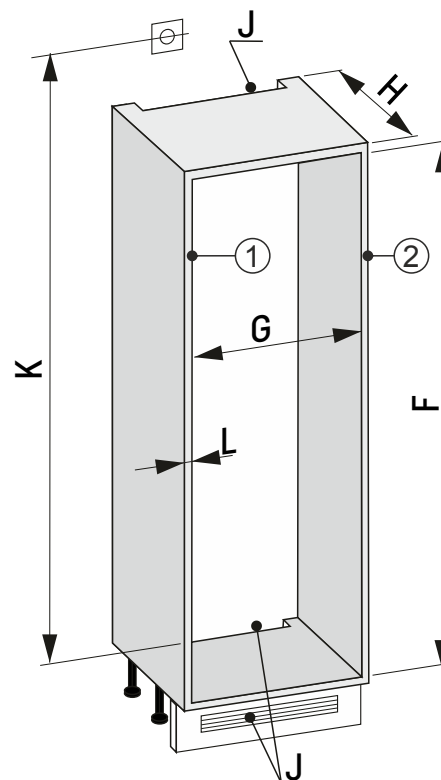

Fig. 87 30"-Nische
- Möbelwandstärke Fig. 87 (L) ausmessen.